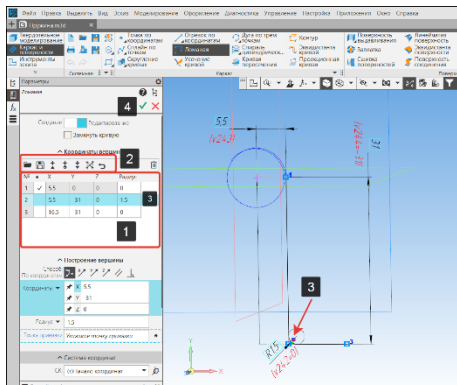

Рисунок 177 – Редактирование вершин
Координаты вершин можно загрузить из внешних файлов, сохранить на диск, изменить положение (2), перемещая их внутри окна (Рисунок 177);
- Нажмем кнопку Завершить операцию (4) (Рисунок 177);